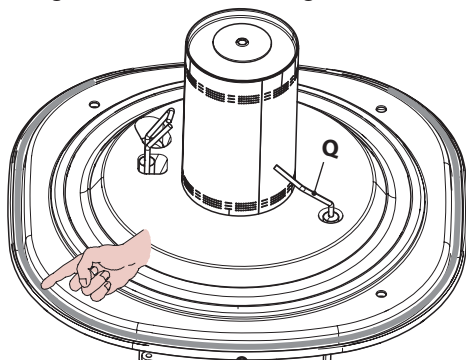
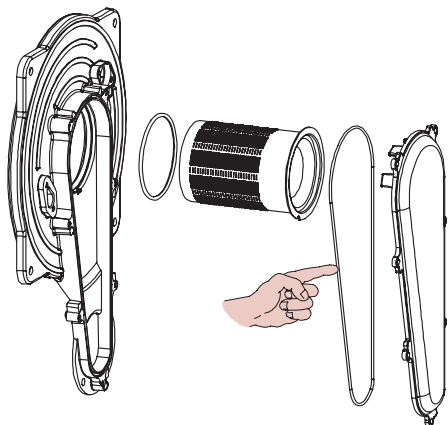

Figura 9.15
Figura 9.16
- La guarnizione in silicone della parete frontale della camera di combustione Figura 9.15 e la guarnizione del coperchio condotto aria/gas (Figura 9.16) devono essere cambiate se deteriorate e comunque devono essere obbligatoriamente sostituite ogni 2 anni.
- L'elettrodo di rilevazione Q in Figura 9.15 funge anche da sensore per il corretto scarico della condensa.